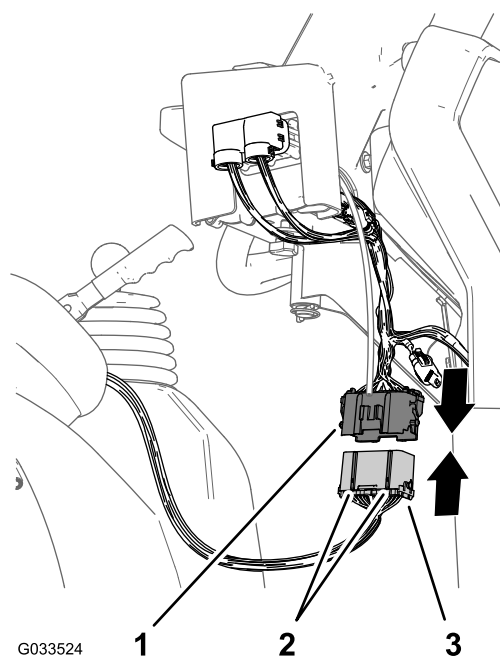

Figura 23
1. Alinee las 2 pestañas del conector de 38 pines del arnés de cables trasero del fumigador con las 2 ranuras del conector hembra de 38 vías del arnés de cables delantero que está conectado a la consola de control (Figura 23).
2. Enchufe el conector del arnés de cables trasero en el conector del arnés de cables delantero hasta que los cierres de los conectores se enganchen firmemente (Figura 23).